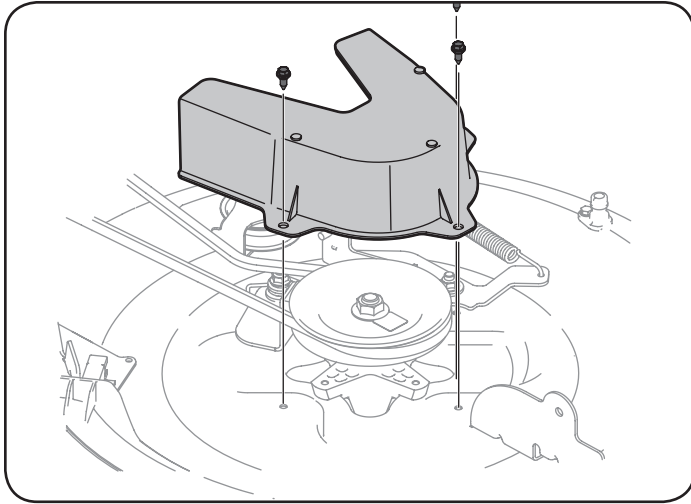

Figura 42
5. Extraiga la cubierta de la correa de la plataforma, para lo cual deberá retirar los tres pernos hexagonales que la sujetan. Vea la Figura 42.